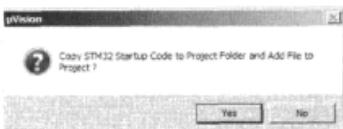

图 4.4.13 是否添加启动代码
c) 选择好器件型号之后单选 OK，弹出如图 4.4.13 的对话框。此处询问需不需要给工程添加 STM32 的启动代码(Startup Code)，记得此处单击 No。